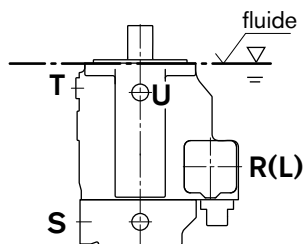

figure 1
a) Si le niveau de fluide minimal est supérieur ou égal à la surface du flasque de montage de la pompe : raccords » R/L «, » T « et » S « ouverts (voir figure 1).